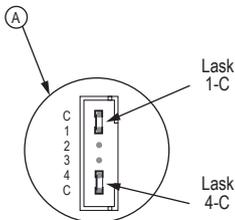

Fig. 2
Avhengig av type last, er det mulig å velge type regulering ved å plassere, eller ikke, en lask (fig. 2) mellom klemme 4 og C på terminal A (*):
Velg dimmekurve ved å plassere en lask på terminal A mellom klemme 1 og C (fig. 2):
Depending on the type of load, it is possible to select the dimming technology by placing, or not, a jumper (Fig. 2) between pins number 4 and C of terminal A (*):
It incorporates the possibility to select the dimming curve through a jumper (Fig. 2) between the pin 1 and C from terminal A:
- 2) Select the dimming technology correctly via the 4-C bridge from terminal A (Fig. 2).